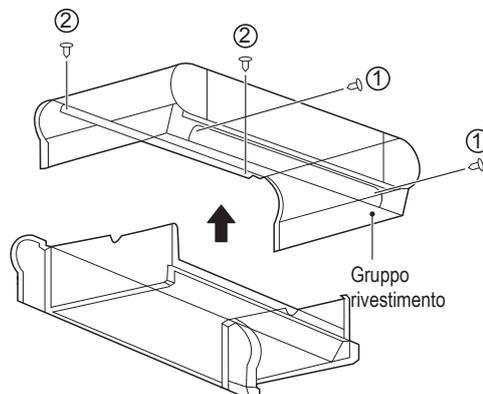

Figura 5-17 Rimozione del rivestimento
Come mostrato in Figura 5-17, rimuovere le viti ① \*2 e ② \*2 e poi il rivestimento.